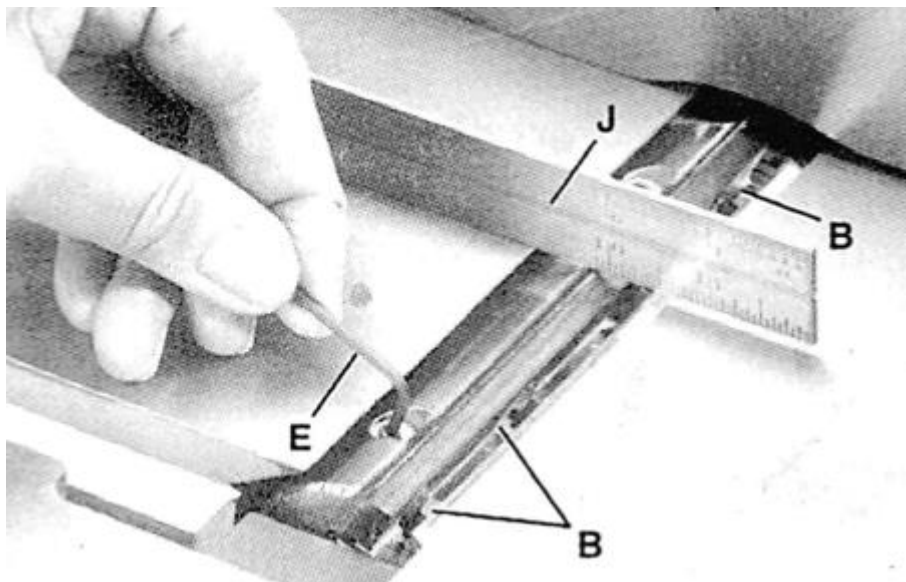

Рис. 53 Настройка резцов
12. Опустите загрузочный стол и установите линейку (J) – Рис. 53 на приемный стол, как показано на рисунке.
13. Вручную поворачивайте режущую головку, пока резец не будет находиться в самой высокой точке. Для того чтобы поднять резец, используйте ключ (E) – Рис. 53. Поворачивайте подъемный винт по часовой стрелке, пока резец не будет касаться линейки (J) и центра режущей головки при нахождении в наивысшей точке. Если вы уверены в правильной настройке резца, затяните четыре стопорные винта (B) против часовой стрелки.